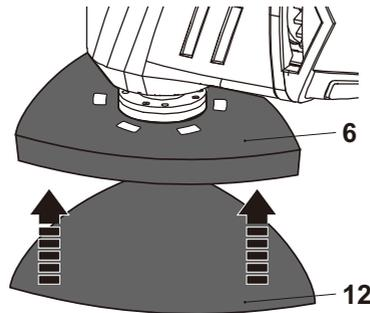

Fig. 3
- > Revise que la placa base de lijado (6) esté firmemente sujeta y ajústela si es necesario.
- > Con el sistema de velcro, la hoja de lijado se presiona simplemente sobre la placa base de lijado. Alinee y coloque la hoja de lijado adecuada (12) sobre la placa base (6) y presione ligeramente para que el papel de lijado (12) quede fijado (Fig. 3).